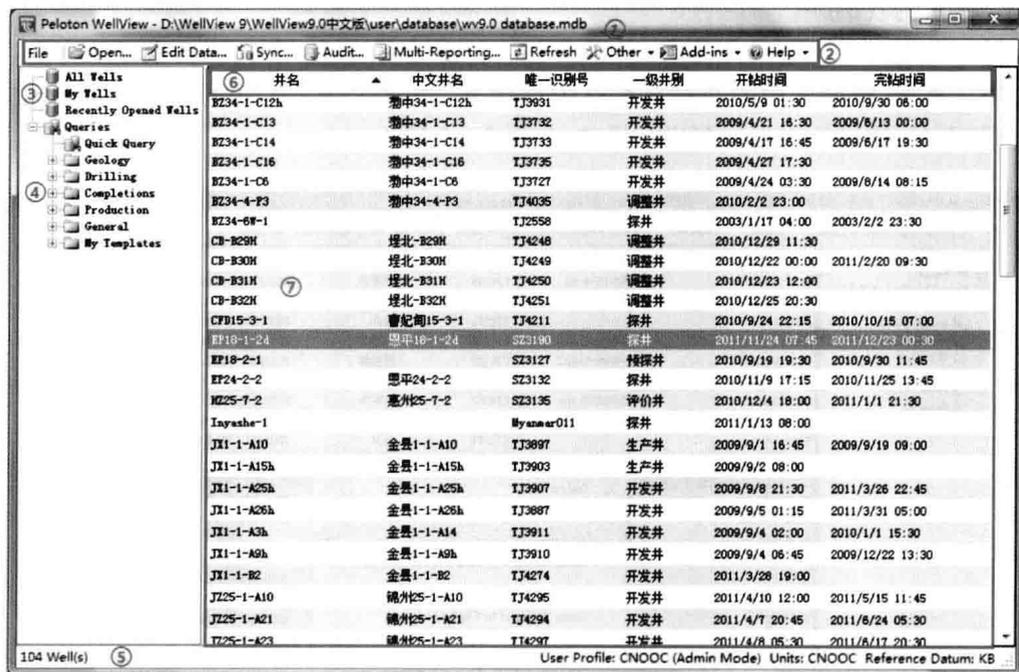

图 3-4 WellView 软件主界面
启动 WellView9.0 软件, WellView 软件的主界面如图 3-4 所示。界面上部为软件的快捷命令按钮;井目录和快速查询以树状结构显示在界面的左侧;井数据列表则显示在界面的右侧。
- (1)图 3-4 中的① 为标题栏,显示打开数据库的名称和位置。
- (2)图 3-4 中的② 为软件菜单的快捷命令按钮,各按钮功能如下:
(3) 图 3-4 中的③ 为井目录列表,以 All Wells, My Wells 和 Recently Opened Wells 3 种方式存放井,供用户选择。井目录可以使用户以不同的方法在数据库中找到所需要的井。
(4)图 3-4 中的④为井查询模块,可以利用井查询按钮,根据用户需求,自定义条件按井名、区域、时间等进行查询。